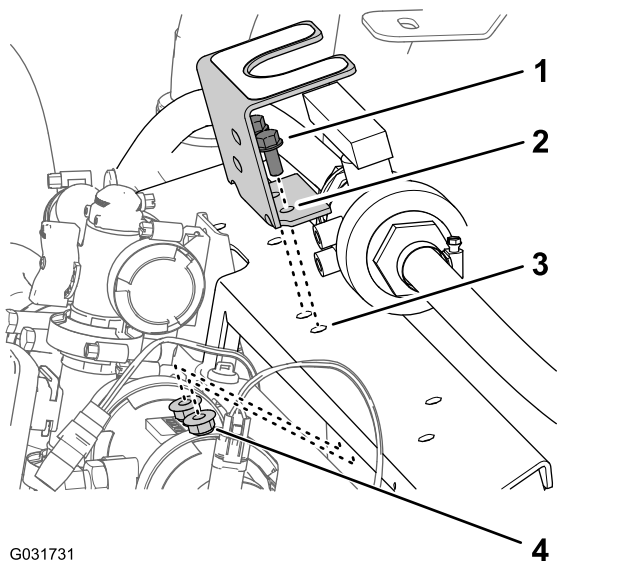

Рисунок 229
в креплении коллектора (страница 116), как показано на Рисунок 229.
2. Установите монтажный кронштейн на крепление коллектора (Рисунок 229) при помощи двух болтов с фланцевыми головками (5/16 x 3/4 дюйма) и фланцевых контргаек (5/16 дюйма), снятых при выполнении пункта 4 раздела 9 Отсоединение дополнительного комплекта обеспечения соответствия требованиям ЕС \(страница 25\).